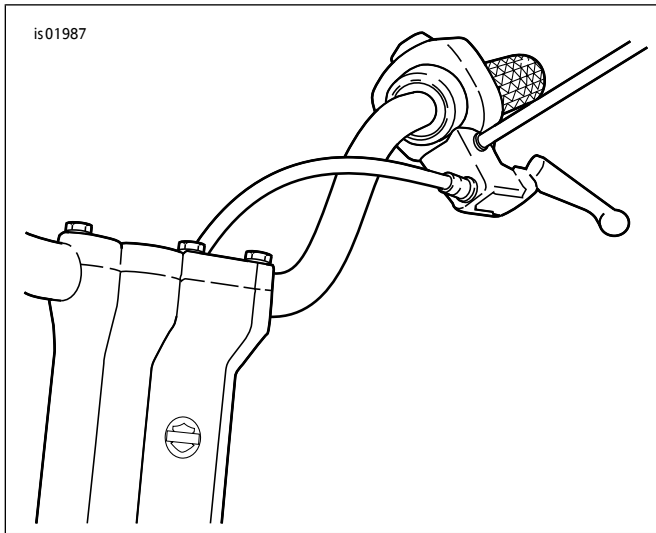

图1。重新布设离合器拉索
- 参见图1。重新定位离合器拉索，使其位于把手内侧，方法如下：